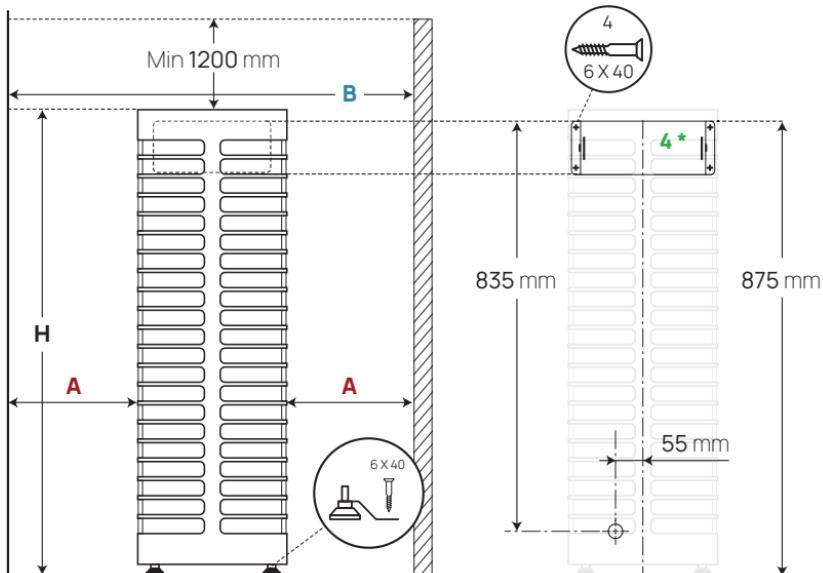

Abbildung 1 Platzierung des Saunaofens
- Überprüfen Sie, ob an der Einbaustelle des Saunaofens die minimalen Sicherheitsabstände eingehalten worden sind? Die minimalen Sicherheitsabstände der Decke der Schwitzstube und der Wände finden sie in der **Tabelle 1** und in der **Abbildung 1**.
- Die **Modelle HUUM STEEL 6, 9 und 11** werden mit den mitgelieferten Halterungen am Boden befestigt. Montieren Sie die Halterung wie in der Abbildung 1 gezeigt am Fuß des Saunaofens und befestigen Sie sie es mit einer für Ihren Fußboden entsprechenden Schraube (zu empfehlen mindestens 6 x 40 mm).
- Der HUUM STEEL Mini 4** Saunaofen ist an die Wand des Saunaraumes mit Hilfe der in der Verpackung mitgelieferten Wandmontageplatte befestigt. Siehe **Abbildung 1**.